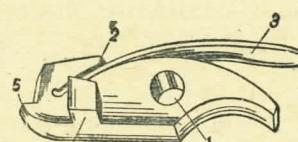

Рис. 64. Шептalo:
**Шептalo** (рис. 64) служит для удержания курка на предохранительном и боевом взводах. Оно имеет: в нижней части — паз для помещения пятки пружины шептала; уступ для упора спусковой тяги спуска; в средней части — отверстие для оси шептала; с левой стороны — выступ для запирания разобщителя при постановке курка на предохранительный взвод; пружину, которая прижимает шептalo к курку и тем обеспечивает засекакивание шептала за предохранительный и боевой взводы; ось, на которой вращается шептalo; ось удерживает разобщитель в колодке ударно-спускового механизма и ограничивает от-